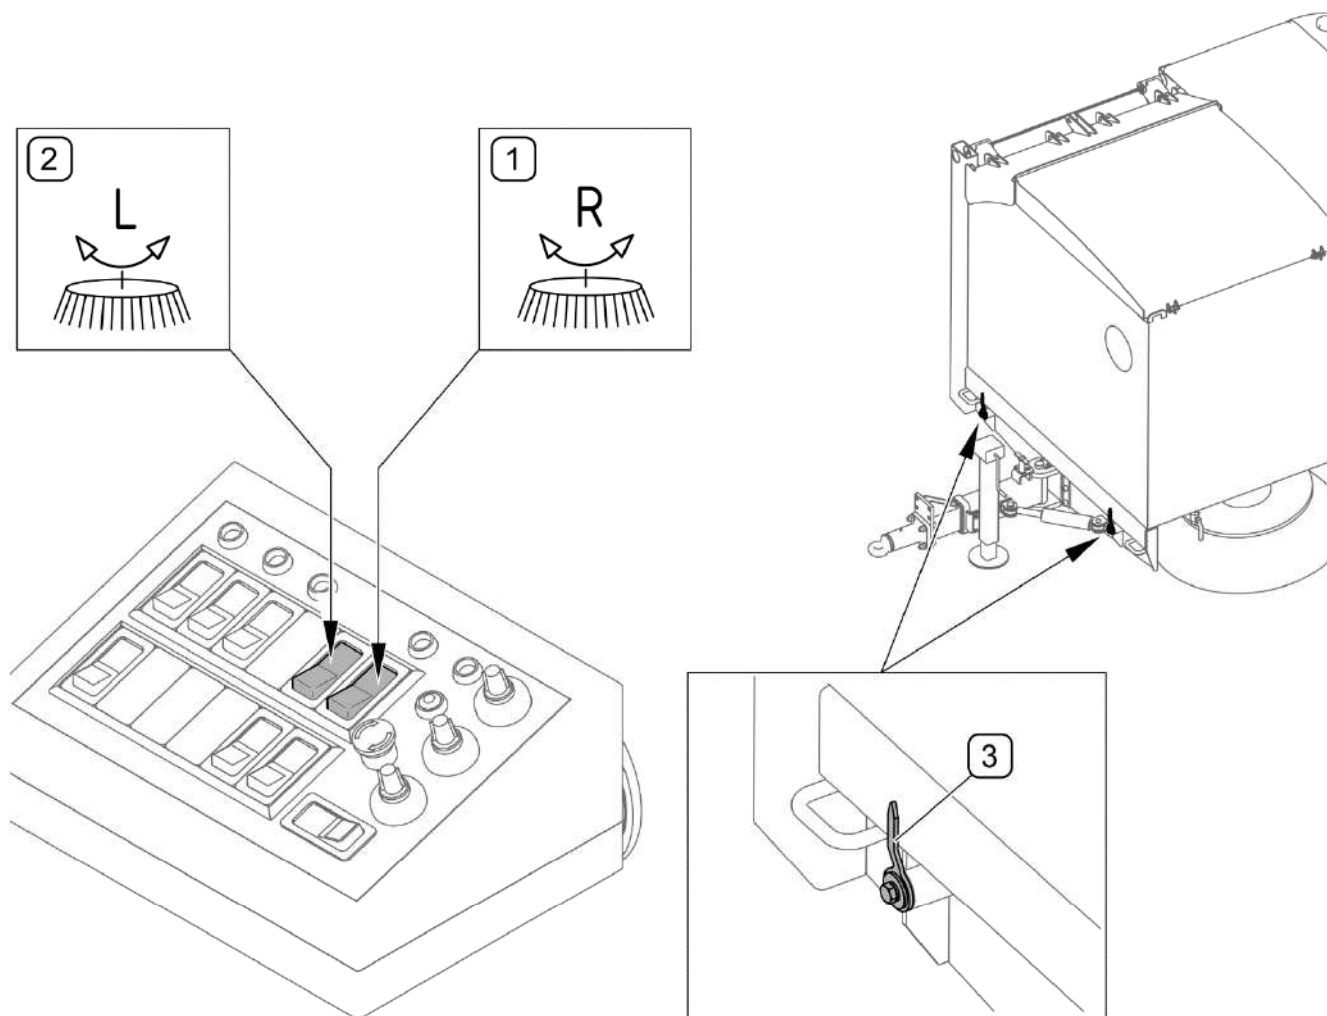

РИСУНОК 5.3 Гидравлическая регулировка поперечного наклона щеток
(1) - изменение наклона правой щетки; (2) - изменение наклона левой щетки (опция);
Изменение поперечного наклона правой и левой (опция) щетки осуществляется с места оператора при помощи пульта управления (РИСУНОК 5.3). Для изменения наклона правой щетки служит кнопка (1). В подметально-уборочных машинах с гидравлической регулировкой левой щетки (опция) поперечный наклон щетки изменяется при помощи кнопки (2) на пульте управления. Показатели (3), размещенные в передней части рамы машины, показывают поперечный наклон щеток в данный момент.